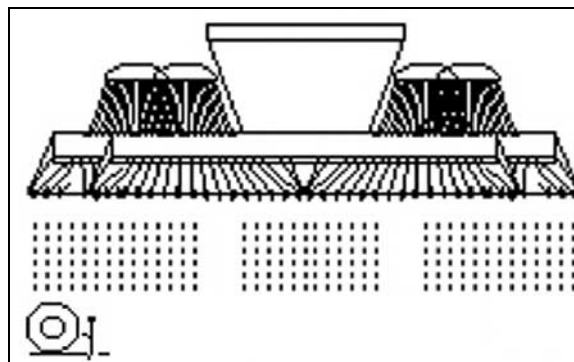

Fig. 59
1.  Spurlockerer vorwählen (Fig. 59).